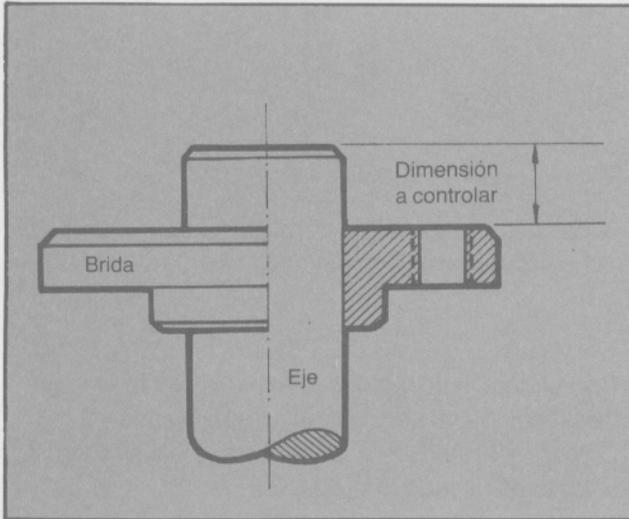

Fig. 22 - Brida de la polea.
- Apoyar el cuerpo de la bomba sobre una paralela, en la base de la prensa, interponiendo entre el eje y la misma una tuerca de 1/2" (que servirá de apoyo del eje). Ubicar el acople en su posición y, con la ayuda de la herramienta, introducir el mismo hasta lograr la distancia indicada en especificaciones (Figs. 22 y 23).